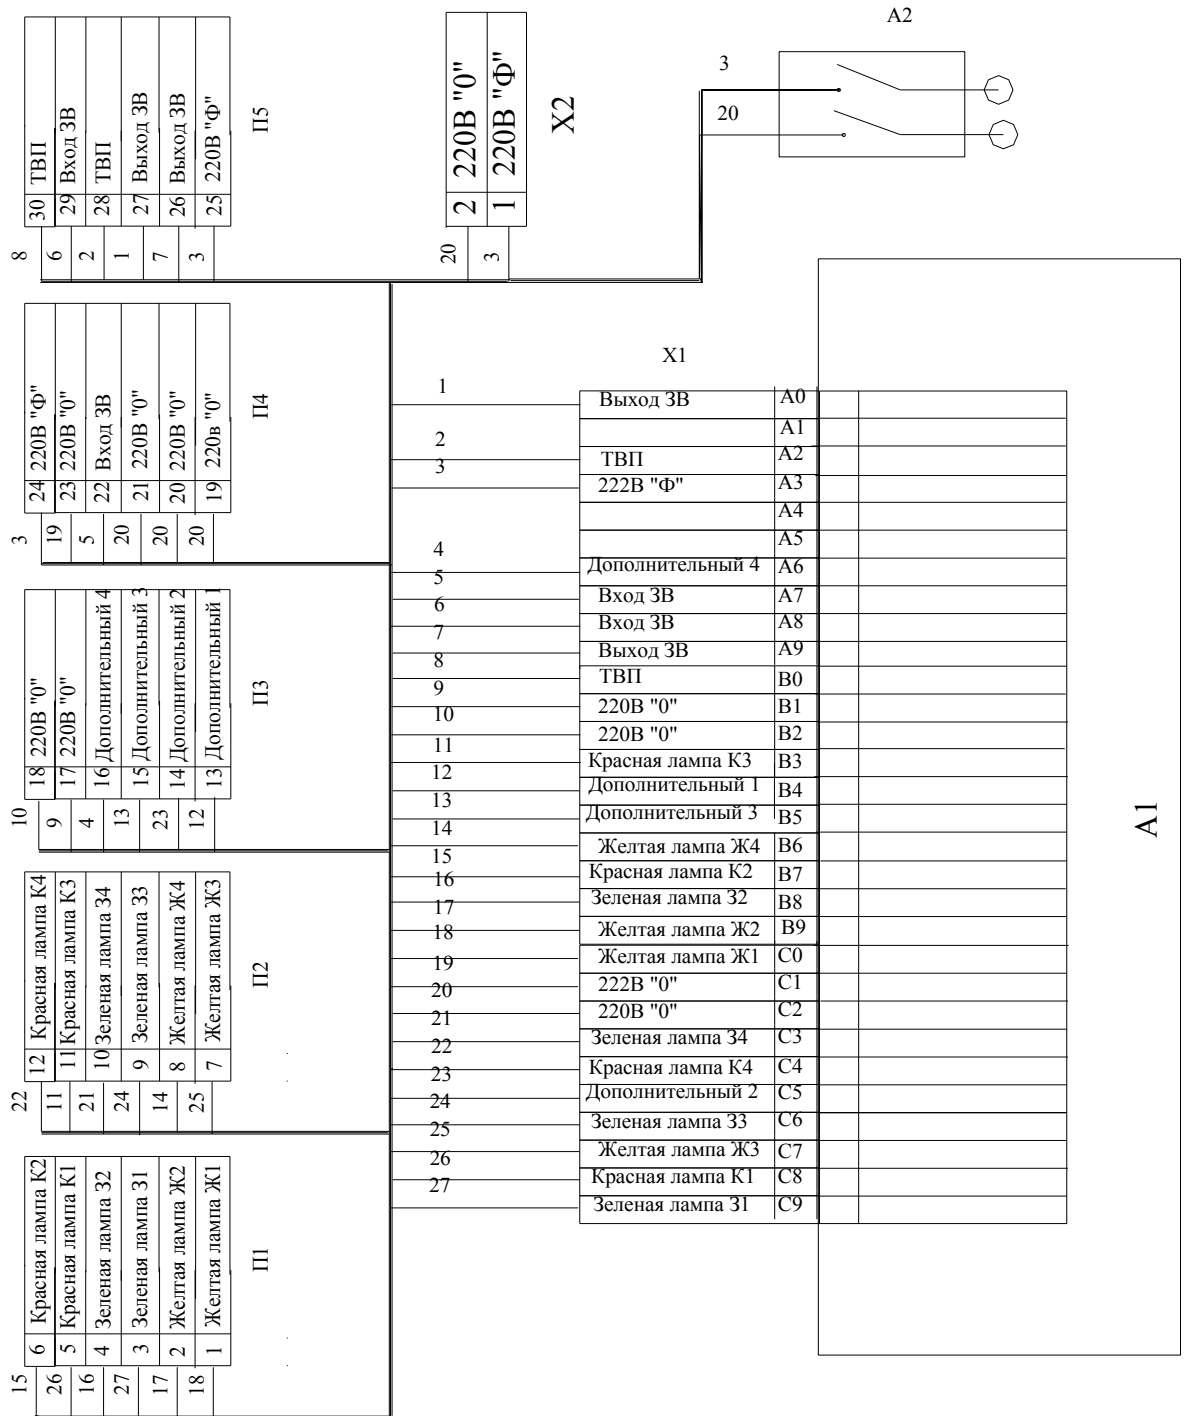

Рис.1
1.3.5 Схема электрическая принципиальная контроллера КС-2МА показана на рис. 1.